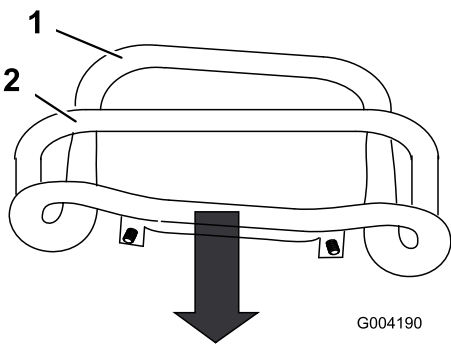

图 55
3. 往回拉牵引控制装置使控制装置的正面与参考杆接触图 55。